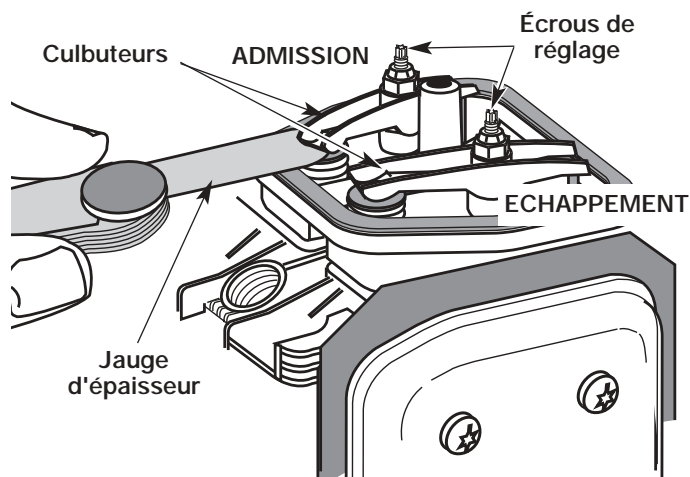

Fig. 71
9. Glissez la jauge d'épaisseur entre le culbuteur et le ressort de rappel de la soupape. Mesurez le jeu entre la tige de soupape et le culbuteur (Fig. 71). Faites-le pour les soupapes d'admission et d'échappement.
LL'écart de jeu recommandé pour l'admission et l'échappement est de 0,076 – 0,152 mm (0,003 – 0,006 po). Servez-vous d'une jauge d'épaisseur d'automobile standard de 0,127 mm (0,005 po). La jauge d'épaisseur devrait pouvoir glisser entre le culbuteur et la tige de soupape en rencontrant une faible résistance mais sans coller (Fig. 71 et 72).